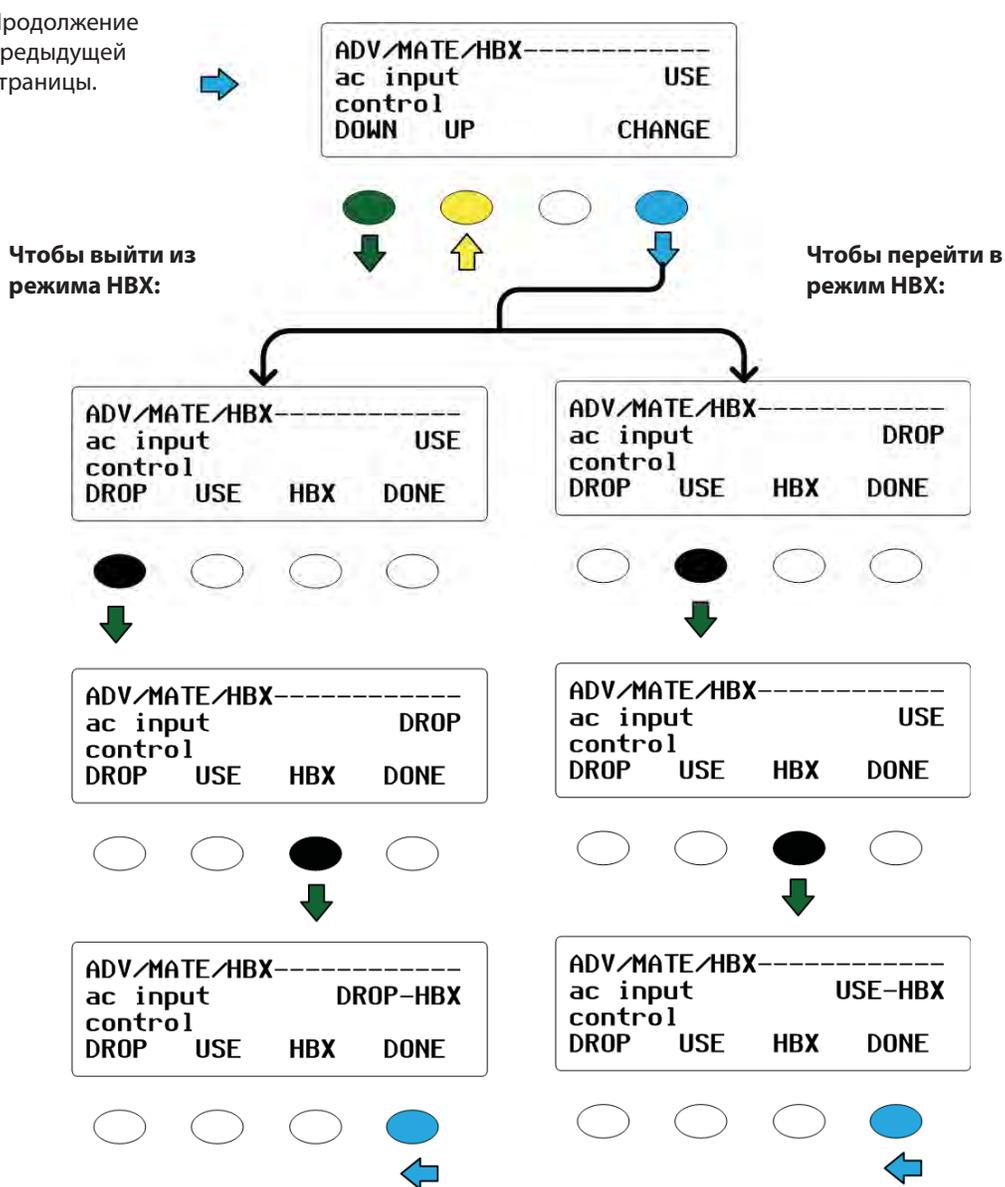

Рис. 48 Меню ADV для меню MATE HBX
1. Перейдите через меню ADV как показано на Рис. 48, на экран *ac input control*.